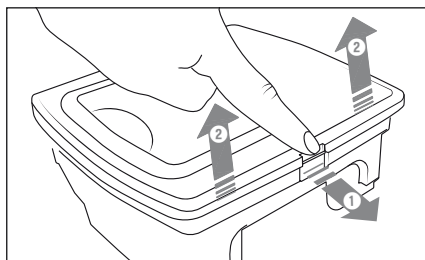

Fig. 7
- 2) Appuyez sur la touche de déverrouillage sur le couvercle du bac à poussière **12** et ouvrez-le en relevant (voir fig. 7).